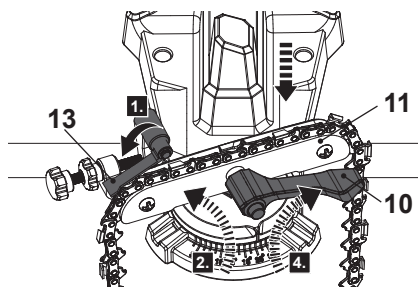

Fig. 3
1. Virar o batente da corrente (13) para trás e deixá-la repousar na sua posição aberta (Fig. 3, passo 1).
2. Abrir o torno da corrente da serra (11) rodando a alavanca de aperto (10) no sentido contrário ao dos ponteiros do relógio (passo 2) até haver espaço suficiente para a corrente da serra.
3. Colocar a corrente da serra com os elos de transmissão virados para baixo no trilho guia através do torno da corrente da serra (11) (passo 3). O sentido de corte deve estar virado para o disco de moagem (15).
4. Fixar ligeiramente a corrente da serra rodando a alavanca de aperto (10) no sentido dos ponteiros do relógio (passo 4). Assegurar que a corrente da serra se pode mover livremente.